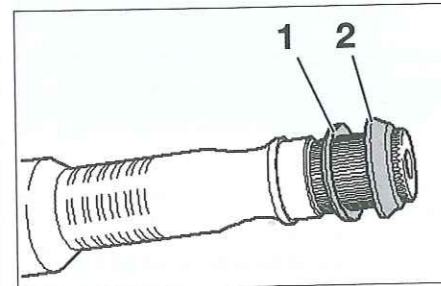

Fig. 6
- colocar la arandela elástica (1) y la arandela de apoyo (2) (Fig.6).